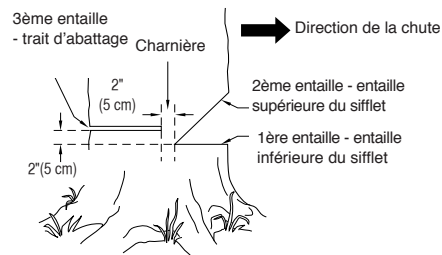

Figure 10 - Abattage d'un arbre
1. Faire l'entaille inférieure aussi près du sol que possible. Tenir la tronçonneuse de manière à ce que la guide-chaîne soit horizontale. Tailler sur 1/3 du diamètre du tronc d'arbre. (voir la Figure 10.)
**Exemple :** Si l'entaille inférieure a 20 cm (8 po) de profondeur, commencer l'entaille supérieure à 20 cm au-dessus de cette dernière. Scier vers le bas à un angle de 45°. L'entaille supérieure doit rencontrer l'extrémité de l'entaille inférieure. (voir la Figure 10.)
1. De l'autre côté de l'arbre, faire le trait d'abattage à 5 cm (2 po) au-dessus de l'entaille inférieure du sifflet. (voir la Figure 10.) Faire le trait parallèle à l'entaille inférieure.
**AVERTISSEMENT :** Ne pas scier l'arbre complètement. Laisser environ 5 cm (2 po) de bois non scié directement derrière le sifflet d'abattage. (voir la Figure 10.) Cette partie non sciée sert de charnière. La charnière empêche l'arbre de se tordre et de tomber dans la mauvaise direction.